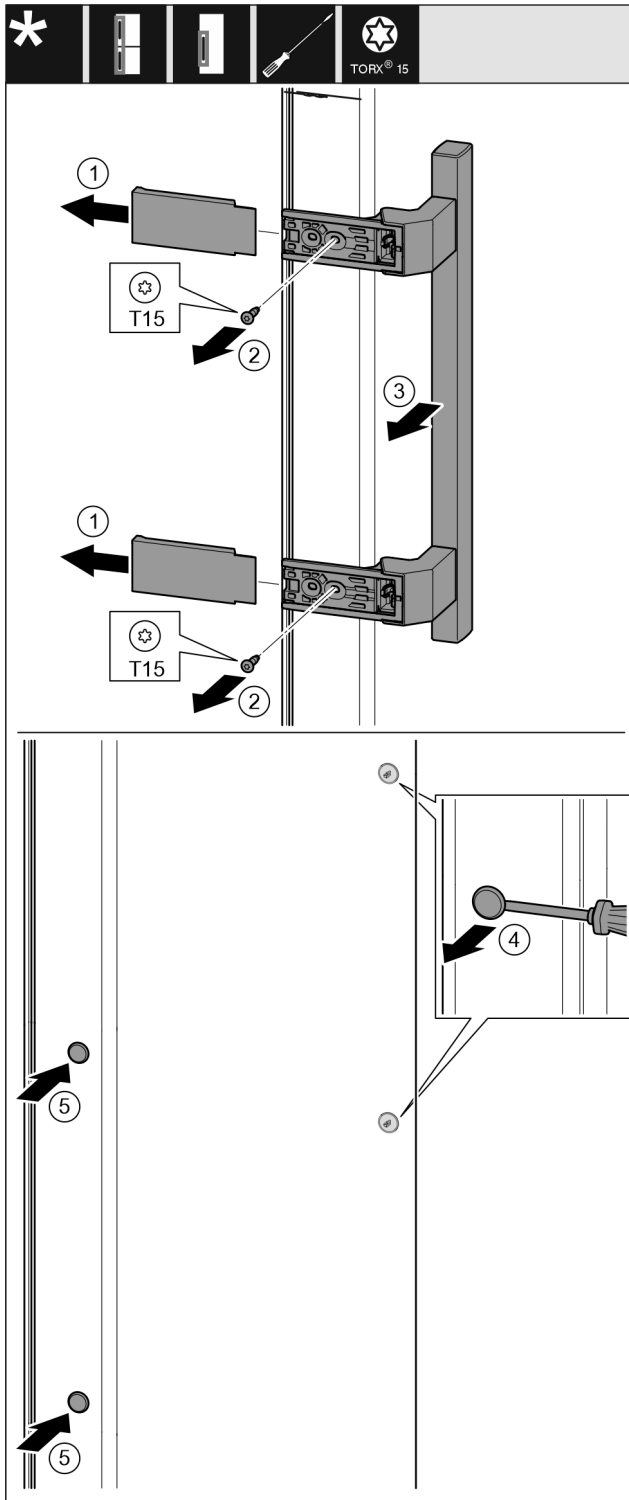

Fig. 18
- ▶ Hiqni kapakun mbulues. Fig. 18 (1)
- ▶ Lironi vidat me një kaçavidë Torx 15. Fig. 18 (2)
- ▶ Hiqni dorezën. Fig. 18 (3)
- ▶ Ngrini lart me kujdes tapat anësore me një kaçavidë me kokë petë dhe nxirrini jashtë. Fig. 18 (4)
- ▶ Vendosni sërish tapat në anën tjetër. Fig. 18 (5)